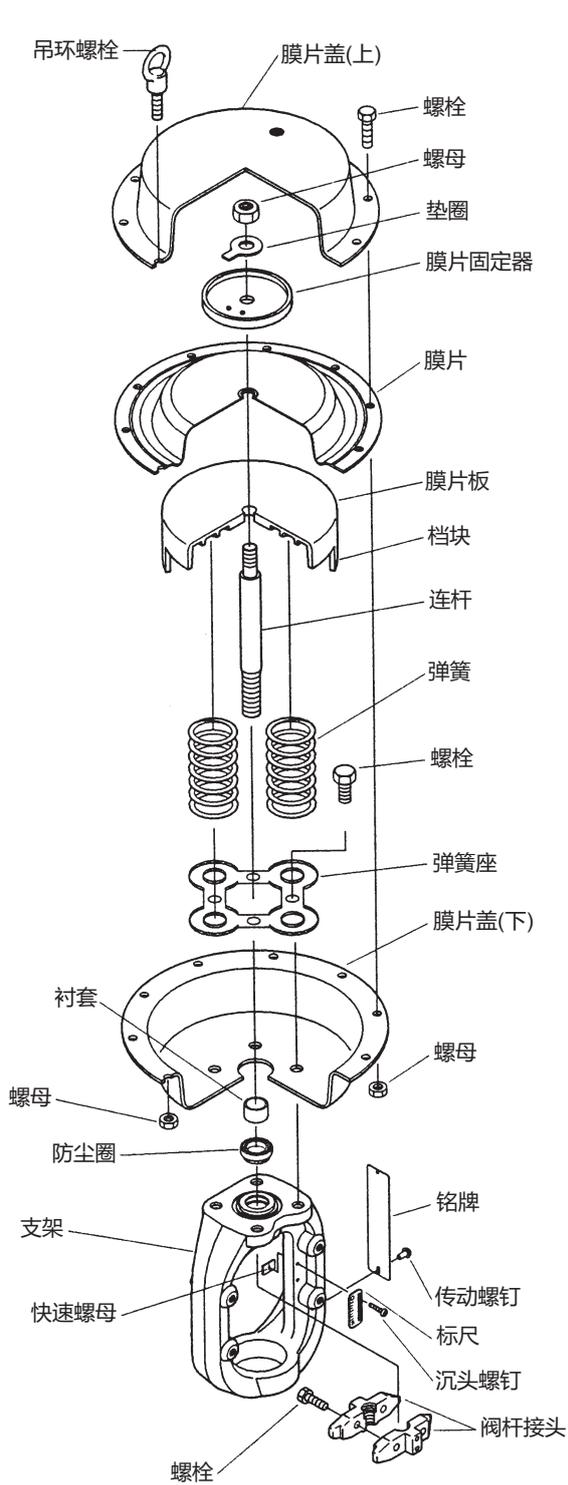

图 4-8 正作用 PSA1D 型
#### A. 正作用型（参见图 4-8）
• 参见图 4-8。
参见图 4-8。